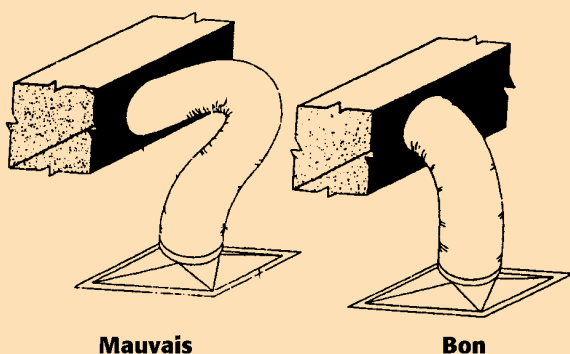

fig. 2
- Afin d'éviter, lors d'un raccordement entre un accessoire et un conduit, d'importantes pertes de charges et une élévation du bruit aéroulrique, il convient de limiter au maximum les coudes (cf. figure 2).